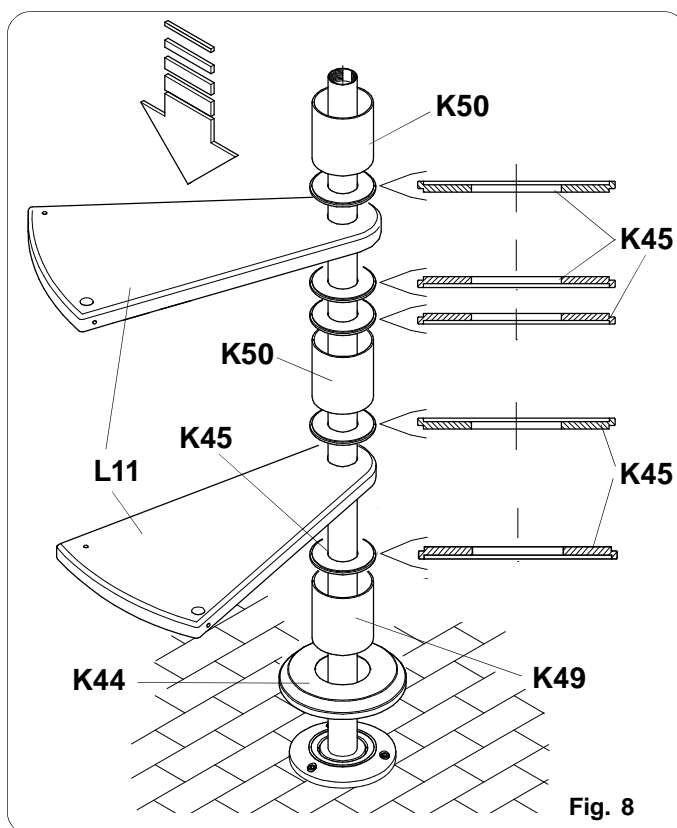
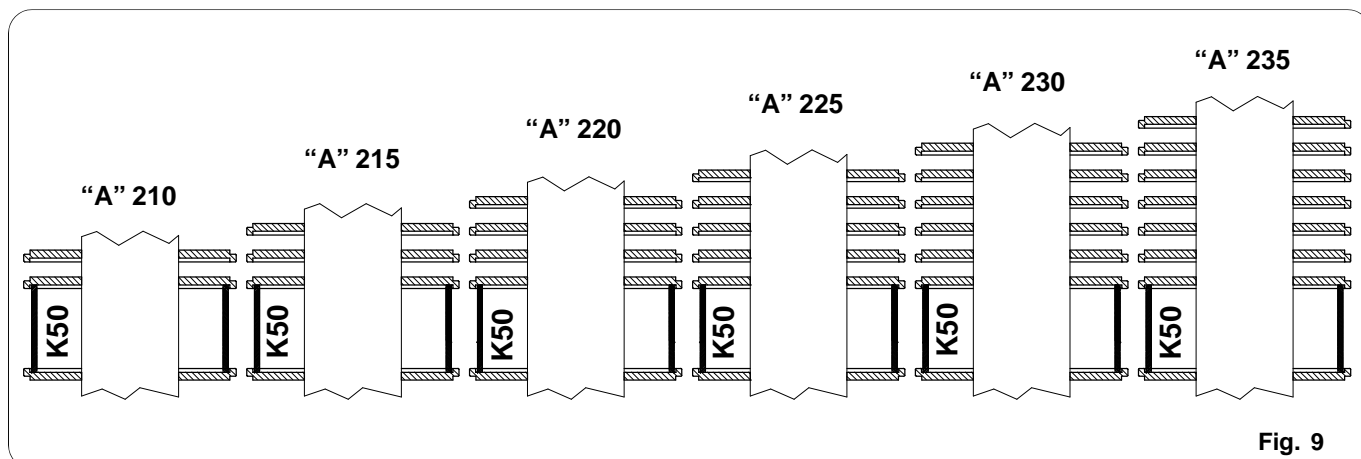

Fig. 8
Fig. 9
- Avant de terminer le montage de tous les éléments constituant le mât, il est opportun de commencer à insérer aussi les différents éléments qui constitueront l'escalier (marches, bagues intermédiaires), en procédant à leur montage au fur et à mesure de la composition du mât. Commencer d'abord en enfilant le couvre-plaque **K44** et la bague intermédiaire **K49** (la seule de 146 mm de haut), comme indiqué fig. 8
- Monter la rondelle **K45** avant d'enfiler la marche **L11**. Continuer à monter les autres marches en ayant soin de placer la rondelle de centrage **K45** au-dessus et au-dessous de chaque marche, comme indiqué fig. 8. Le nombre de rondelle à insérer est indiqué dans la colonne correspondante de la réglette (voir les différentes combinaisons sur le schéma reporté ci-dessous Fig. 9).